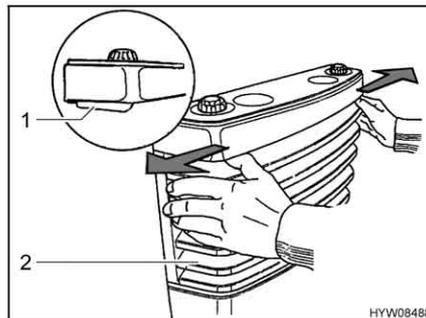

Fig. 142 Extraer el revestimiento de la calefacción
- Retirar el revestimiento de la calefacción (Fig. 142,2). Para ello, presionar ambas palancas de cierre (Fig. 142,1) hacia fuera al mismo tiempo e inclinar el revestimiento hacia delante.